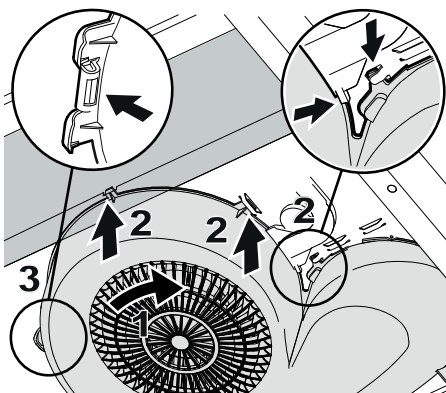

Fig. 8
Sørg for, at alle låsene passer ind mod emhættens flige. Skru blæserhuset (1) ind i fligene (2). Tryk blæserhusets lås tilbage i fligen (3).Fig. 8